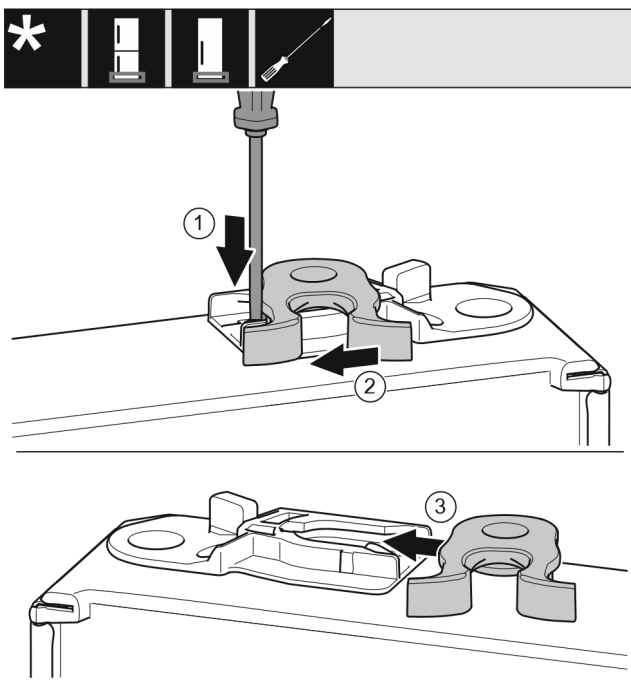

Fig. 17
- Plochým šroubovákem přitlačte lamelu Fig. 17 (1) dolů.
- Vytáhněte petlici Fig. 17 (2) z vedení.
- Petlici Fig. 17 (3) zasuňte do vedení na druhé straně.